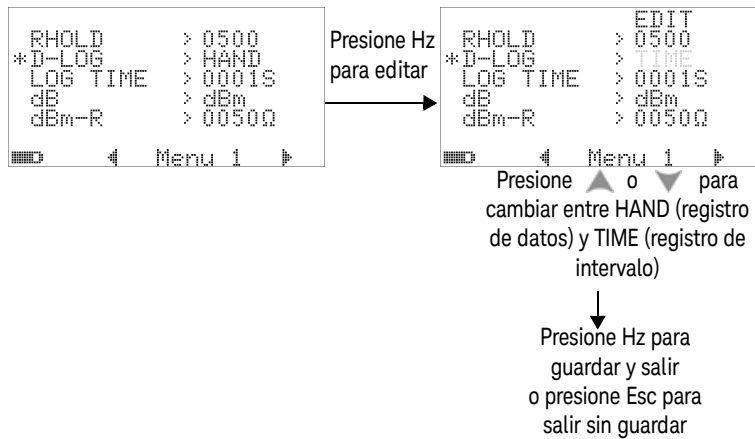

Figura 4-3 Configuración de registro de datos
- 1 Configure en "HAND" para activar el registro de datos manual (a mano), o en "TIME" para activar el registro de datos de intervalo (tiempo). Consulte la **Figura 4-3** a continuación.